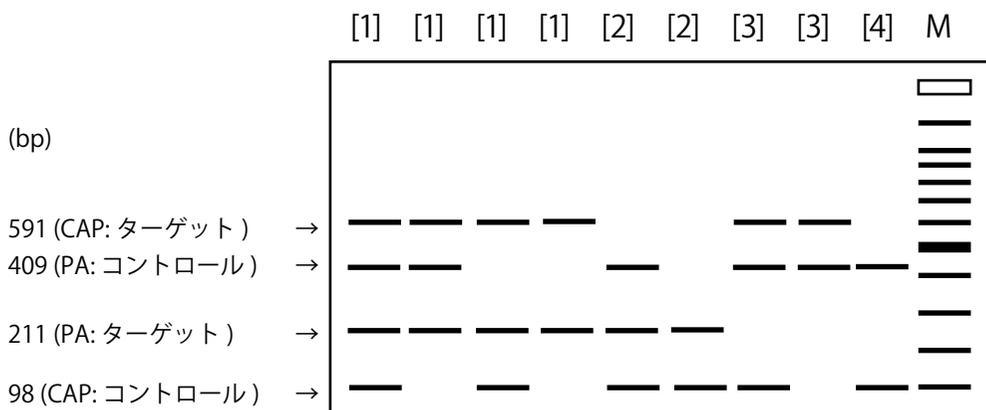

図2. 電気泳動パターン
(1) 両遺伝子について、陽性あるいは検出限界以下の判定が可能な場合 (図 2 参照)